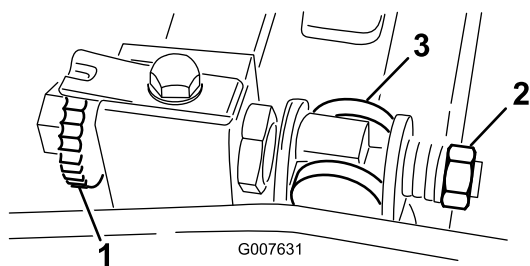

Figure 61
1. Tournez la vis de réglage de la barre d'appui dans le sens antihoraire pour éloigner la contre-lame du cylindre (Figure 61).
2. Faites sortir l'écrou de tension du ressort jusqu'à ce que la rondelle ne soit plus tendue contre la barre d'appui (Figure 61).